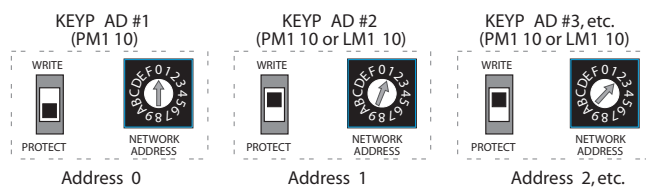

図30 各キーパッドのユニークネットワークアドレス設定
2. もし既にそうしていないなら、各スマートパッド3をユニークネットワークアドレス（図30）、例えば0.1.2.3.などにセットしてください。
4. 他のキーパッドの各々はWRITE/PROTECTスイッチをWRITE（図30）にセットした後、RESTOREボタンを押します。